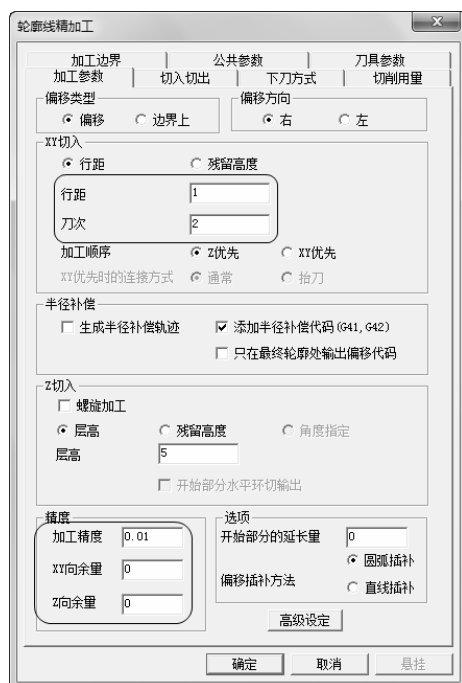

图 3-123 “加工参数”选项卡
1) 单击“加工参数”选项卡，设置“偏移类型”为“偏移”，“偏移方向”为“右”，“XY 切入”为“行距”，“加工顺序”为“Z 优先”，“Z 切入”为“层高”，“偏移插补方法”为“圆弧插补”。具体“行距”、“刀次”、“加工精度”、“XY 向余量”、“Z 向余量”参数数值如图 3-123 所示。